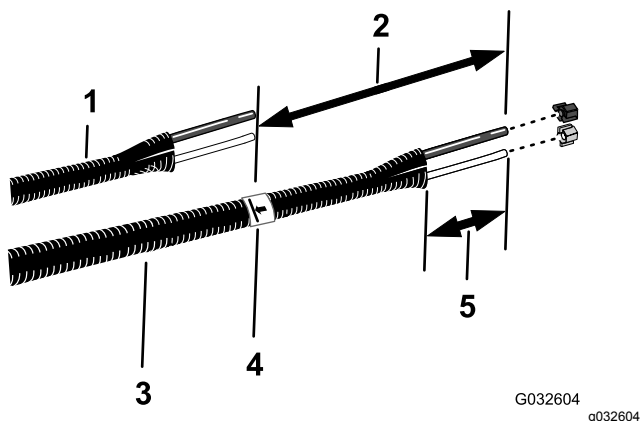

Figura 27
6. Alinee los tubos de líquido y aire antiguos (Figura 27) con el conjunto de tubos nuevo (Pieza Toro N° 114–9553).
8. En el conjunto de tubos nuevo, añada 26 cm a partir de la marca que hizo en el paso 7, marque el conjunto de tubos y corte y los tubos en la 2ª marca (la más larga) (Figura 27).
10. Retire de 77 a 102 mm de la funda en cada extremo del conjunto de tubos (Figura 27).